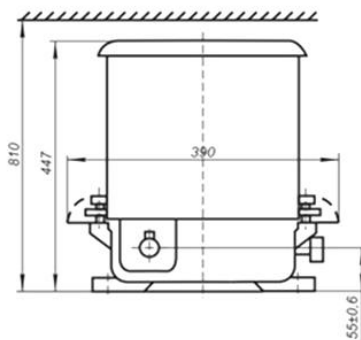

Рис.1
4.1. Габаритные, установочные, присоединительные размеры – (Рис.1,2)